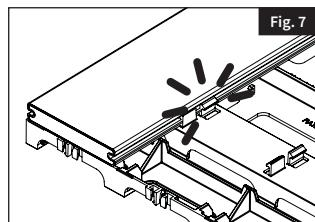

Fig. 7
- b. Para instalar los tableros de piso, coloque un borde del tablero en el lado del sujetador. Párese (o golpee con una maza de goma que no dañe) en el borde elevado opuesto del tablero para fijarlo en su lugar (Fig. 7).